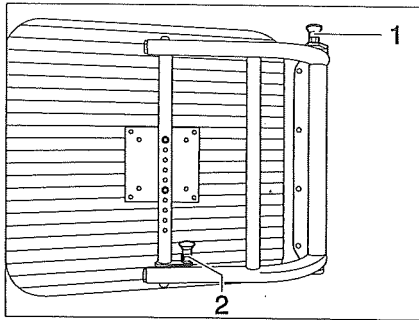

Bild 7 Fäste med svängarm
- Sväng tillbaka den platta bildskärmen till utgångsläget, tills de båda låsknapparna (Bild 7,1 och 2) hakar i.